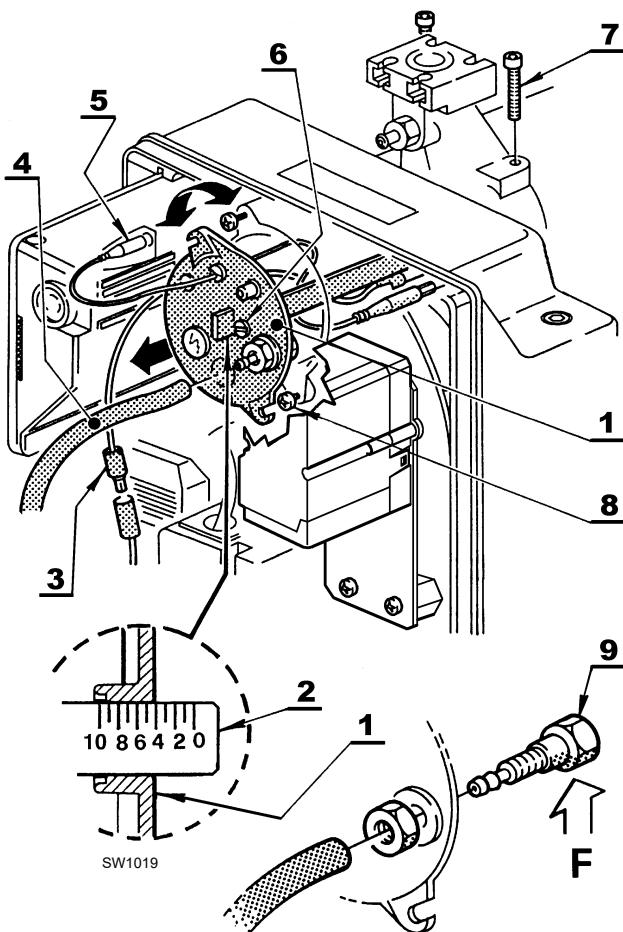

Abb. 13
Die Einstellung ist je nach Brennerdurchsatz verschieden. Zum Einstellen die Stellschraube 6)(Abb. 13) so weit im oder gegen den Uhrzeigersinn drehen, bis die am Stellbügel markierte Kerbe 2)(Abb. 13) mit der Außenfläche des Kopfblocks 1)(Abb. 13) übereinstimmt.
Für die Entnahme des Kopfblocks (Abb. 13) wie folgt vorgehen:
Es wird empfohlen die Lage Stellbügel-Kniestück 2)(Abb. 13) beim Ausbau nicht zu verändern.
Für den Wiedereinbau die obigen Angaben in umgekehrter Weise ausführen und den Kopfblock 1)(Abb. 13) wieder an seinem ursprünglichen Platz anbringen.
Die Schrauben 7)(Abb. 13) bis zum Anschlag ein-drehen, aber nicht festziehen; Die Schrauben mit einem Anzugsmoment von 3 - 4 Nm festziehen.
Sollte sich die Druckentnahmestelle 11)(Abb. 13) unbeabsichtigt lockern, wird empfohlen die richtige Befestigung zu überprüfen, also sicherzustellen, dass das Bohrloch (F)(Abb. 13), das sich im Kopfblock 1)(Abb. 13) befindet, nach unten zeigt.